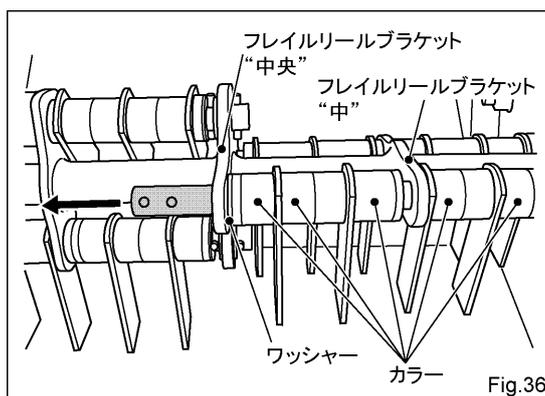

Fig.36
- (5) Springsピンが抜ければ軸をフレイルリールブラケット“中央”より矢印方向に取外します。(Fig.36) この時に、フリー刃・カラー・ワッシャーが軸より外れて落ちるので無くさないようにしてください。